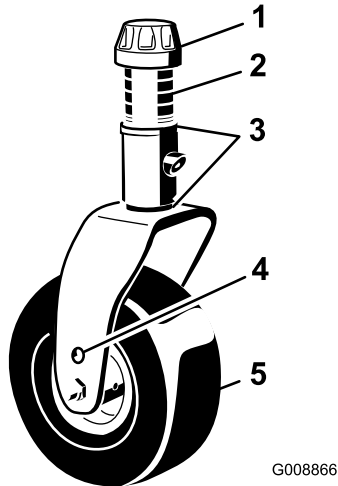

Bild 140
- Entfernen Sie die Spannkappe von der Laufradspindelwelle und ziehen die Laufradspindelwelle aus dem Laufradarm heraus (Bild 140).
Entfernen Sie die Spannkappe und die Laufradgabel (Bild 140).